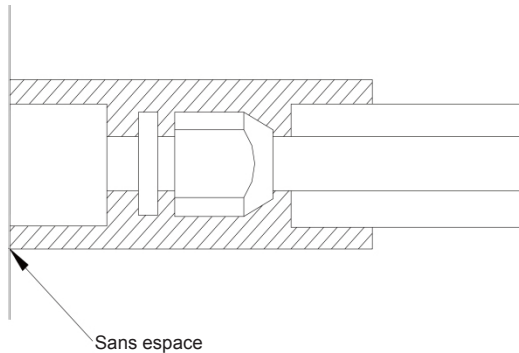

Fig. 19
b. Les joints de l'équipement intérieur doivent être enroulés dans le matériau isolant et aucun gaz n'est autorisé au niveau du joint de l'équipement intérieur, comme indiqué sur la Fig. 19.